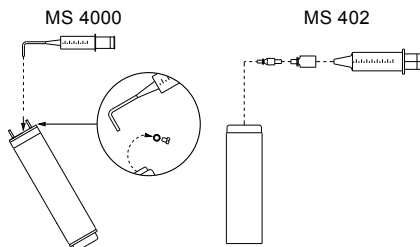

Fig. 3 Position du moteur pendant le remplissage - MS 4000 et MS 402
1. Positionner le moteur immergé comme indiqué à la fig. 3. La vis de remplissage doit se trouver sur le haut du moteur.
3. Injecter le liquide dans le moteur avec la seringue de remplissage, (fig. 3), jusqu'à ce que le liquide déborde.